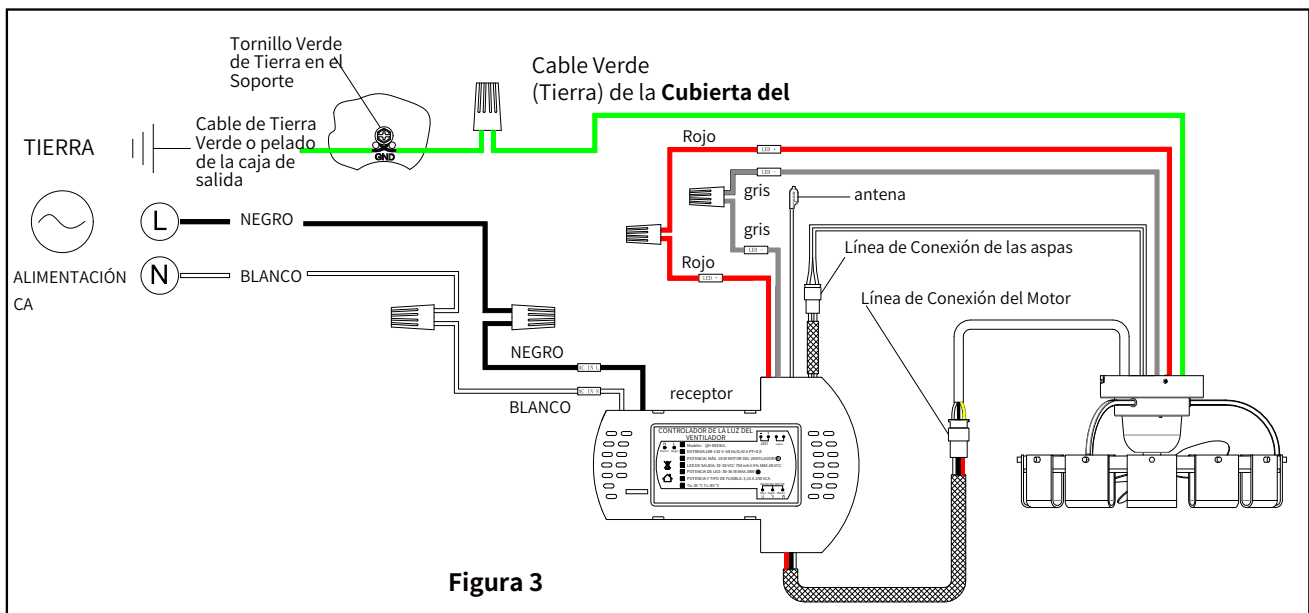

Figura 3
- Fije firmemente el soporte de suspensión a la caja de salida utilizando los tornillos y arandelas de la caja suministrados con la misma. (Figura 3)
- Conecte el cable de las aspas (cabeza giratoria) a la toma hembra pequeña del receptor (Figura 3).